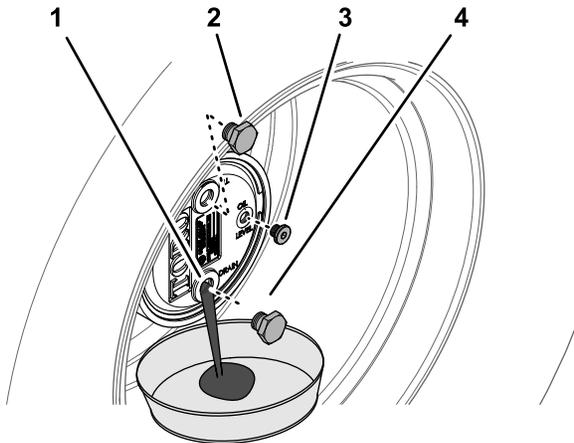

Figure 67
2. Enlevez le bouchon de remplissage de la position 12 heures et le bouchon de contrôle de la position 3 heures (Figure 67).
3. Placez un bac de vidange sous le moyeu du train planétaire, enlevez le bouchon de vidange à la position 6 heures et vidangez toute l'huile (Figure 67).
5. Insérez le bouchon de vidange dans l'orifice de vidange du carter de train planétaire (Figure 67).